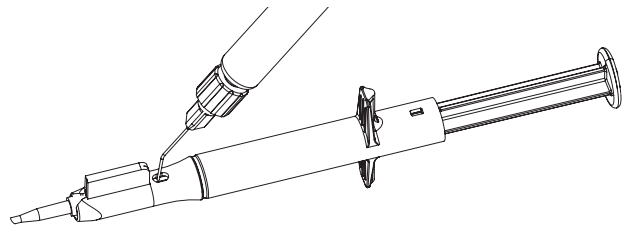

図1
- (2) カートリッジと挿入器本体を一次包装(プリスターケース)から無菌的に取り出す。
- (3) カートリッジの持ち手部を開き、眼粘弾剤でカートリッジ内の底面溝を満たす。
- (4) カートリッジの持ち手部を約90度開いた状態で、眼内レンズをカートリッジ内の底面溝へ嵌め込み、持ち手部を「カチッ」と音がするまで閉じる。
- (5) プランジャーが、完全に引き戻された状態であることを確認し、カートリッジを挿入器本体の先端溝に挿入し、突き当たるまで押し込み、完全に装着されていることを確認する。
- (6) 更に眼粘弾剤を挿入器本体の先端溝後方の穴から十分な量を注入し、クッションを覆うように塗布する。(図1)